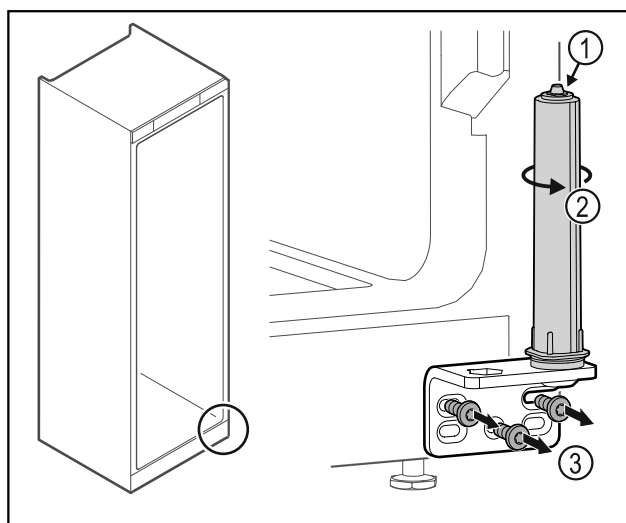

Fig. 23
- ▶ Не разбирайте систему закрытия двери Fig. 23 (1).
- ▶ Поворачивайте систему закрытия Fig. 23 (2) до щелчка.
- ▶ Отвинтите шарнирные уголки Fig. 23 (3).